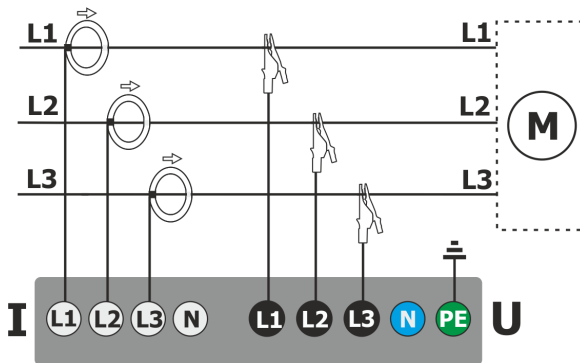
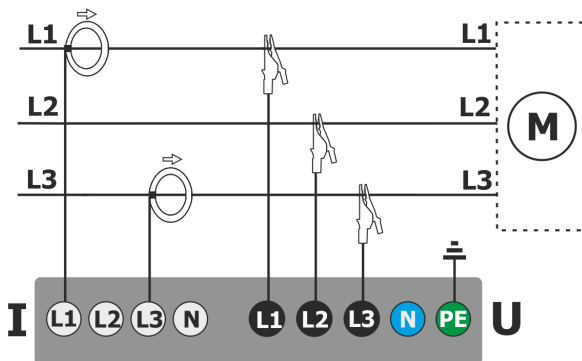

Fig. 61. Esquema de conexión – sistema trifásico de 3 hilos, trifásico triángulo abierto.
Fig. 62. Esquema de conexión – sistema trifásico de 3 hilos de Aron (medición de corrientes mediante el método de Aron de 2 elementos).
- sistema trifásico de 3 hilos, trifásico de 3 hilos de Aron / 2 elementos, trifásico triángulo abierto (Fig. 61, Fig. 62).
En los sistemas de tres conductores de AC se pueden medir las corrientes con el método de Aron (Fig. 62), usando sólo dos pinzas que miden las corrientes lineales I_{L1} y I_{L3} . La corriente I_{L2} se calcula entonces según la relación: